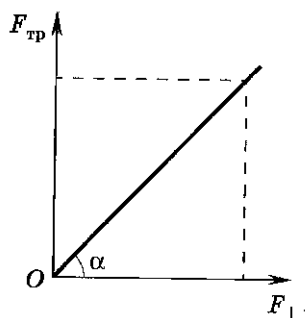

Рис. 3
Согласно формуле (1) графиком зависимости $F_{\text{тр}}$ от силы нормального давления тела F_{\perp} является прямая линия (рис.3). Как видно из графика, $\mu = \text{tg} \alpha$ (где α - угол наклона прямой к оси абсцисс).